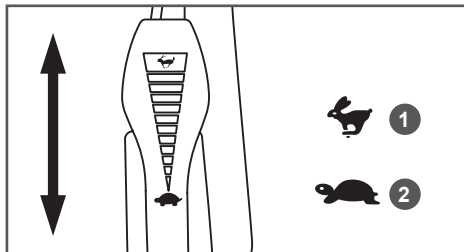

Рис. 18 Положения рычага газа (вид сверху)
2. Переведите рычаг газа 6 (Рис. 1) на 1/3 хода из положения «2» в сторону положения «1» (Рис. 18).
После запуска прогретого двигателя работу можно начинать сразу, для этого переведите рычаг газа в положение «1» (Рис. 18).
2. Рычагом газа переведите двигатель в режим холостого хода (переведите рычаг газа в положение 2 (холостых оборотов) (Рис. 18)
В соответствии с разделом ЗАПУСК ДВИГАТЕЛЯ запустите двигатель и прогрейте его. После прогрева двигателя установите рычаг газа в положение 1 (максимальные обороты) (Рис. 18), затем включите привод хода, нажав рычаг 1 включения привода хода (Рис. 21).
*Скашивание необходимо производить только на максимальных оборотах двигателя (рычаг газа в положении 1 (Рис. 18)). Уменьшение оборотов двигателя для снижения скорости движения газонокосилки допускается только на короткое, непродолжительное время. Постоянная работа двигателя газонокосилки на средних и холостых оборотах с целью уменьшения скорости движения газонокосилки (или возможной экономии топлива) запрещается.*